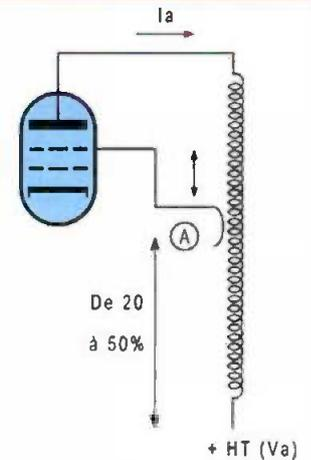
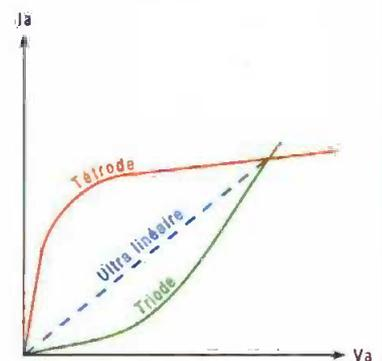

Figure 4a :
Figure 4b :
Hafler et Keroes définirent expérimentalement la position du point précis de la prise d'écran sur leurs célèbres transformateurs Acrosound en fonction des tubes à utiliser. Un montage expérimental (figure 4a) permet de tracer le réseau de caractéristiques d'une tétrade (ou pentode) donnée. On déplace le curseur (A) sur l'enroulement primaire du transformateur jusqu'à l'obtention de la droite  $I_a = f(V_a)$ . La droite obtenue en position ultra-linéaire est représentée en figure 4b. La position moyenne de la prise « standard » se situe à environ 43 % du point milieu du transformateur. Les démonstrations mathématiques